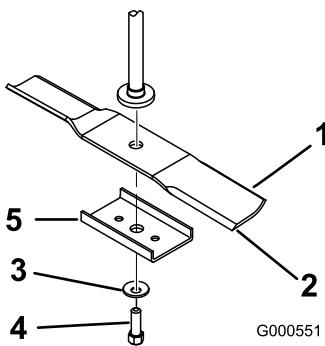

Figura 46
Sujete el extremo de la cuchilla usando un trapo o un guante grueso. Retire el perno de la cuchilla, la arandela curva, el refuerzo de la cuchilla (modelos de 42 pulgadas solamente) y la cuchilla del eje de la cuchilla (Figura 46).
1. Instale la cuchilla en el eje (Figura 46).
2. Instale el refuerzo de la cuchilla (modelos de 42 pulgadas solamente), la arandela curva (con la copa hacia la cuchilla) y el perno de la cuchilla (Figura 46).